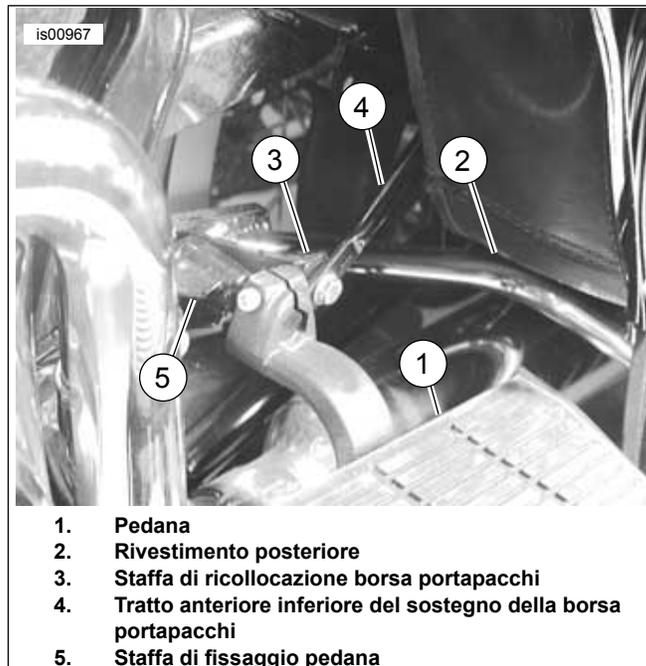
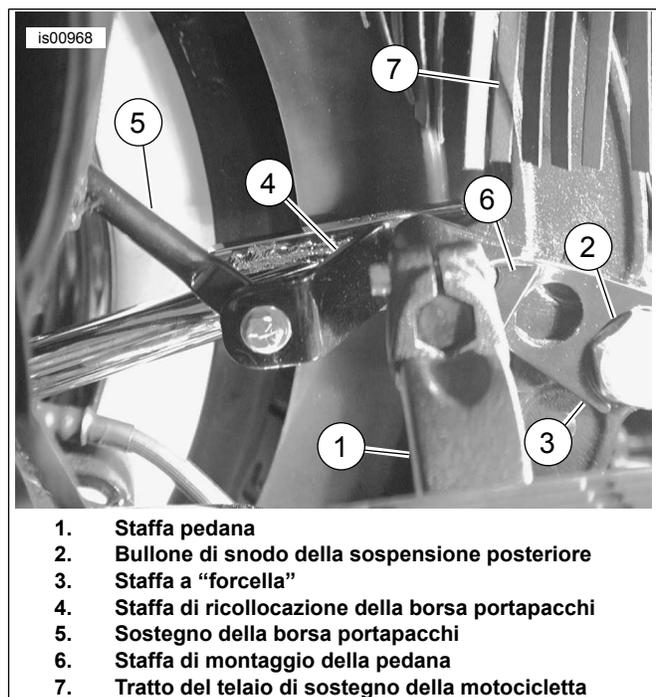

Figura 2. Staffa di ricollocazione borsa portapacchi installata
Figura 3. Attacco pedana
4. Vedere la Figura 2. Collocare l'estremità con il foro tondo con il diametro di 3/8 di pollice della staffa di ricollocazione della borsa portapacchi (del kit) sulla superficie interna della parte del telaio della motocicletta, nel punto di fissaggio della pedalina del passeggero (o dell'attacco della pedana del passeggero). Se si installa il rivestimento, collocare la flangia inferiore del rivestimento contro la superficie interna della staffa di ricollocazione.
6. **Sui modelli con pedaline poggiapiedi passeggero e la staffa di ricollocazione della borsa portapacchi**, vedere la Figura 2. **Sui modelli con pedaline poggiapiedi del passeggero e scatola degli attrezzi:** Sui modelli con kit di pedana per passeggero (50602-00), vedere la Figura 3.